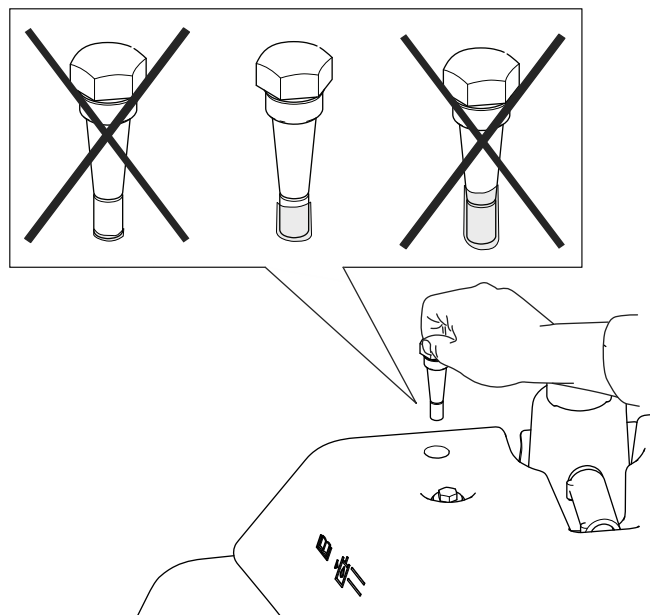

図 55
4. ディップスティックを抜いて油量を点検する。オイル量が2本のマークの間にあれば油量は適正である。油量が2つのマークの間でない場合は適正量に調整する 図 55。